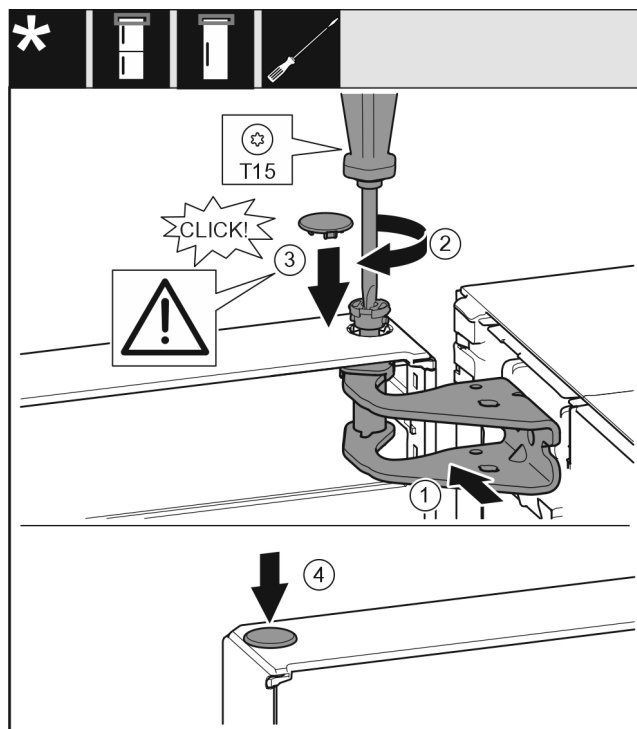

Fig. 19
- ▶ Alinee la parte superior de la puerta respecto a la abertura en el soporte de cojinete. Fig. 19 (1)
- ▶ Introduzca el perno y atorníllelo con el destornillador T15. Fig. 19 (2)
- ▶ Presione la puerta hacia abajo para que se encaje. Fig. 19 (4)
- ▶ Montar la cubierta del seguro para asegurar la puerta: introduzca la cubierta del seguro y compruebe si descansa sobre la puerta. De lo contrario, introduzca por completo el perno. Fig. 19 (3)
- ▶ Coloque el tapón. Fig. 19 (4)